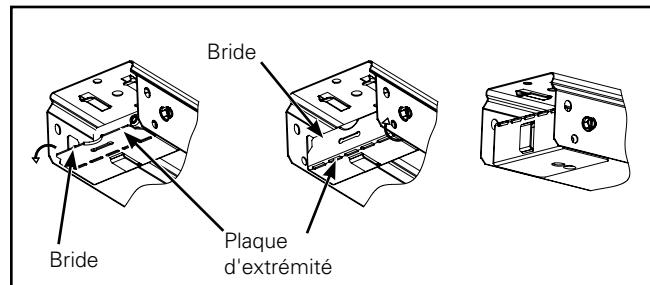

Figure 17.
- Tournez la plaque d'extrémité supérieure, pliez la bride comme indiqué et tournez-la vers sa position d'origine dans l'assemblage du canal. (Figure 17.)